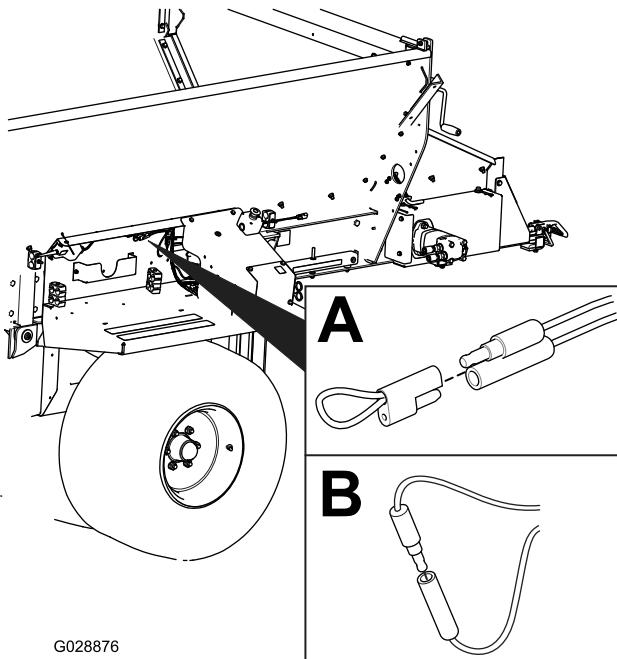

Рисунок 64
- Снимите привязную крышку с 2 диагностических замыкающих разъемов (Рисунок 64, A).